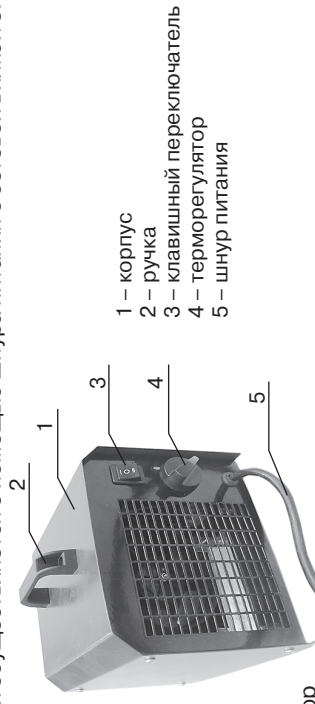

Рис. 1. Тепловентилятор
3.1. Корпус 1 тепловентилятора (см. рис.1) изготовлен из листовой стали, покрытой высококачественным полимерным покрытием. Корпус установлен на четырех упругих опорах. Внутри корпуса расположены осевой вентилятор и высокоэффективный металлокерамический электронагреватель. Вентилятор втягивает воздух через отверстия в задней стенке корпуса, воздушный поток, проходя через электронагреватель, нагревается и подается в помещение через отверстия в передней стенке корпуса. Органы управления (клавишный переключатель 3 и терморегулятор 4) расположены на задней стенке корпуса. Пластмассовая ручка 2 служит для переноски тепловентилятора. Подключение к электросети осуществляется с помощью шнура питания с сетевой вилкой 5.
3.2. Электрическая схема теплоventиллятора приведена на рис. 1 Приложения.
4.2. Перед включением тепловентилятора клавиша переключателя 3 (см. рис. 1) должна находиться в положении 0, а ручка терморегулятора 4 повернута в крайнее против часовой стрелки положение.